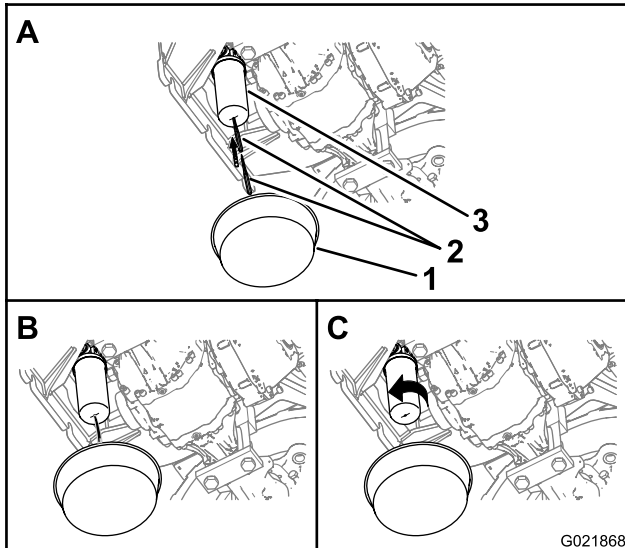

Figura 96
Nota: É possível acessar o filtro de retorno hidráulico por baixo da parte traseira da máquina (Figura 96).
1. Posicione um recipiente sob o filtro de pressão hidráulica (Figura 96).
2. Perfure o fundo do filtro de pressão hidráulica, escoando o fluido hidráulico residual para o recipiente (Figura 96).
3. Gire o filtro de retorno hidráulico no sentido anti-horário, removendo-o (Figura 96).